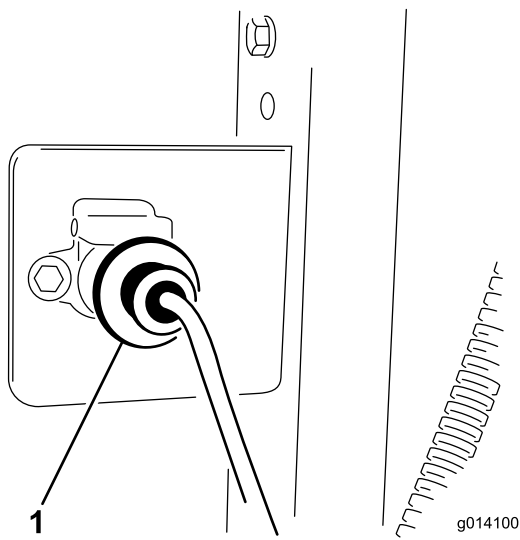

図 10
- ワイヤハーネスのソケットをブラケットに固定する； 1/4 x 1 インチのねじ (2本) とナットを使用する (図 10)。
- ベースユニットのワイヤハーネスを牽引車両のワイヤハーネスに接続する (図 10)。コネクタは、牽引車両に取り付けた油圧ホースの間にある。